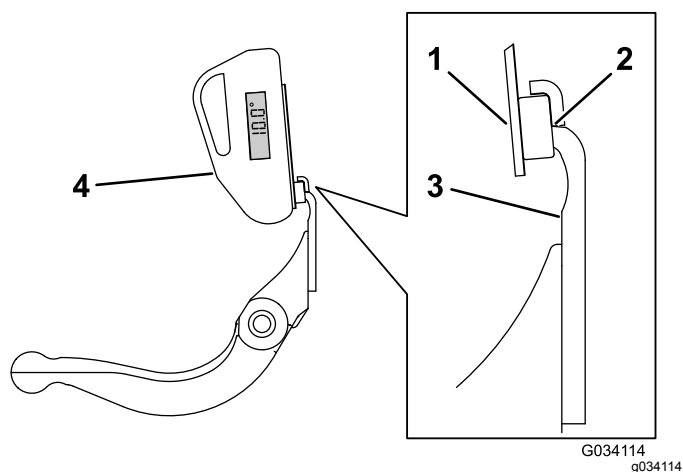

**Figure 27**
1. Placez l'indicateur d'angle sur la face inférieure de la contre-lame, comme montré à la Figure 27.